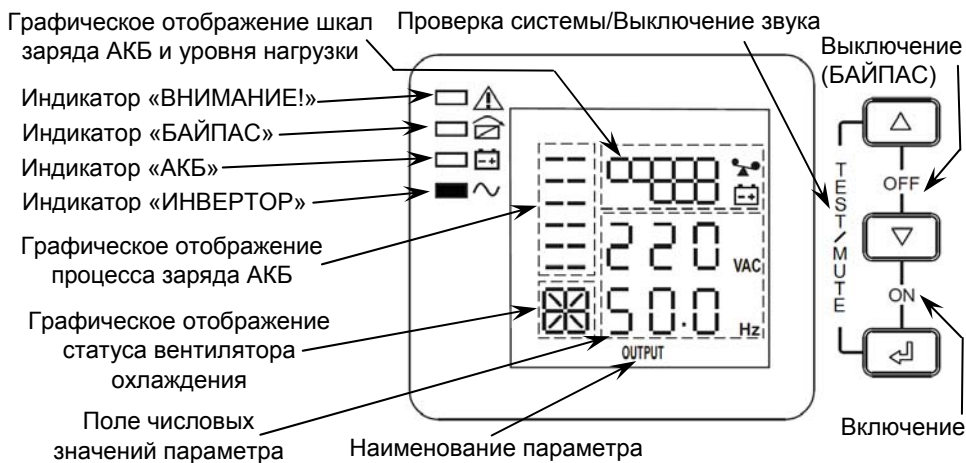

Рисунок 3 – ЖК-дисплей на передней панели (отображены выходные параметры изделия (OUTPUT)).
На ЖК-дисплее отображаются значения основных параметров изделия (см. рисунок 3).
-  При наличии напряжения питающей сети в пределах допустимого диапазона (см. п. 1...п. 3 таблицы 1) изделие питает нагрузки и осуществляет заряд АКБ. На ЖК-дисплее отображается величина выходного напряжения и значение его частоты (см. рисунок 3).